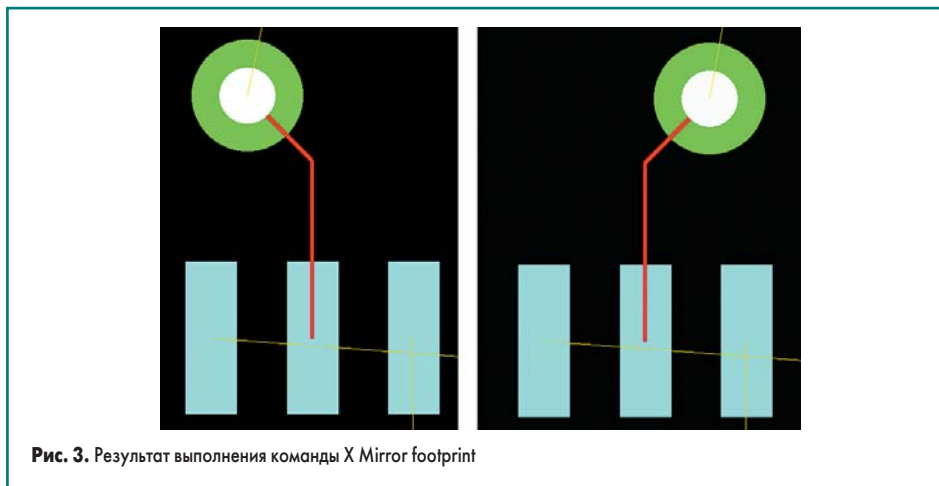

Рис. 3. Результат выполнения команды X Mirror footprint
- X Mirror footprint — зеркальное отображение стрингера по оси X. Команда выполняет зеркальное отображение ранее нарисованного стрингера относительно вертикальной оси (рис. 3).